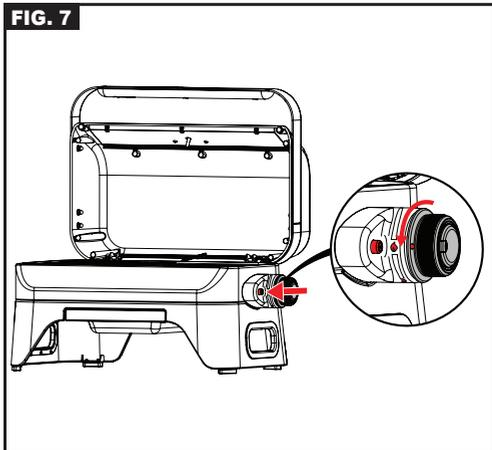

FIG. 8
- S'assurer que le bouton de réglage est en position "OFF" (O) (Fig. 8).